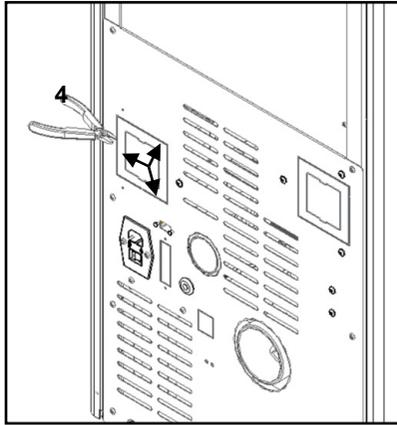

Figure 6 - Retrait de la couverture arrière de la salamandre
d) À l'arrière de l'équipement, retirez le couvercle indiqué à la Figure 6 en coupant les zones marquées avec une pince coupante (4).